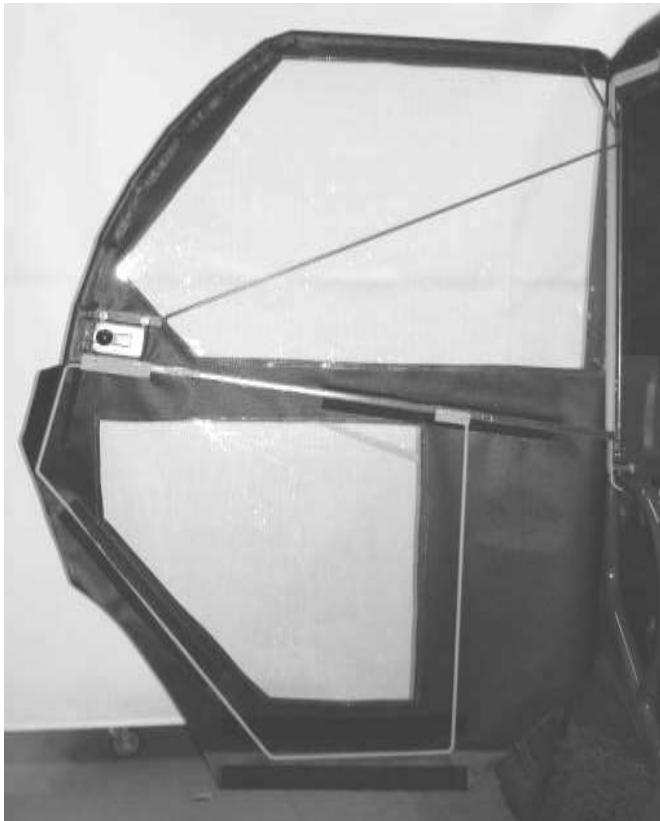

Figure 10A
Step 10; See Figure 10A, 10B, 10C & 10D: